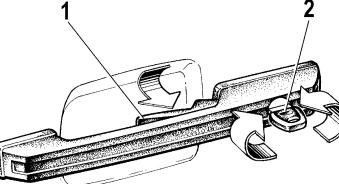
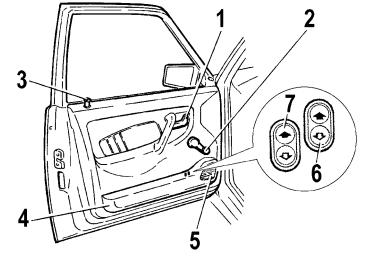

Рис. 2. Открывание дверей
Рис. 3. Передняя дверь
Двери открываются при нажатии на клавишу 1 (рис. 2) рукоятки или поворотом на себя ручек 1 (рис. 3) и 4 (рис. 4). Если замок заблокирован, то ручки и клавиши имеют холостой ход и двери остаются запертыми.
**Передние двери.** Блокировку замка передней двери ключом 2 (рис. 2) или нажатием на кнопку 3 (рис. 3) проводите только при закрытой двери.